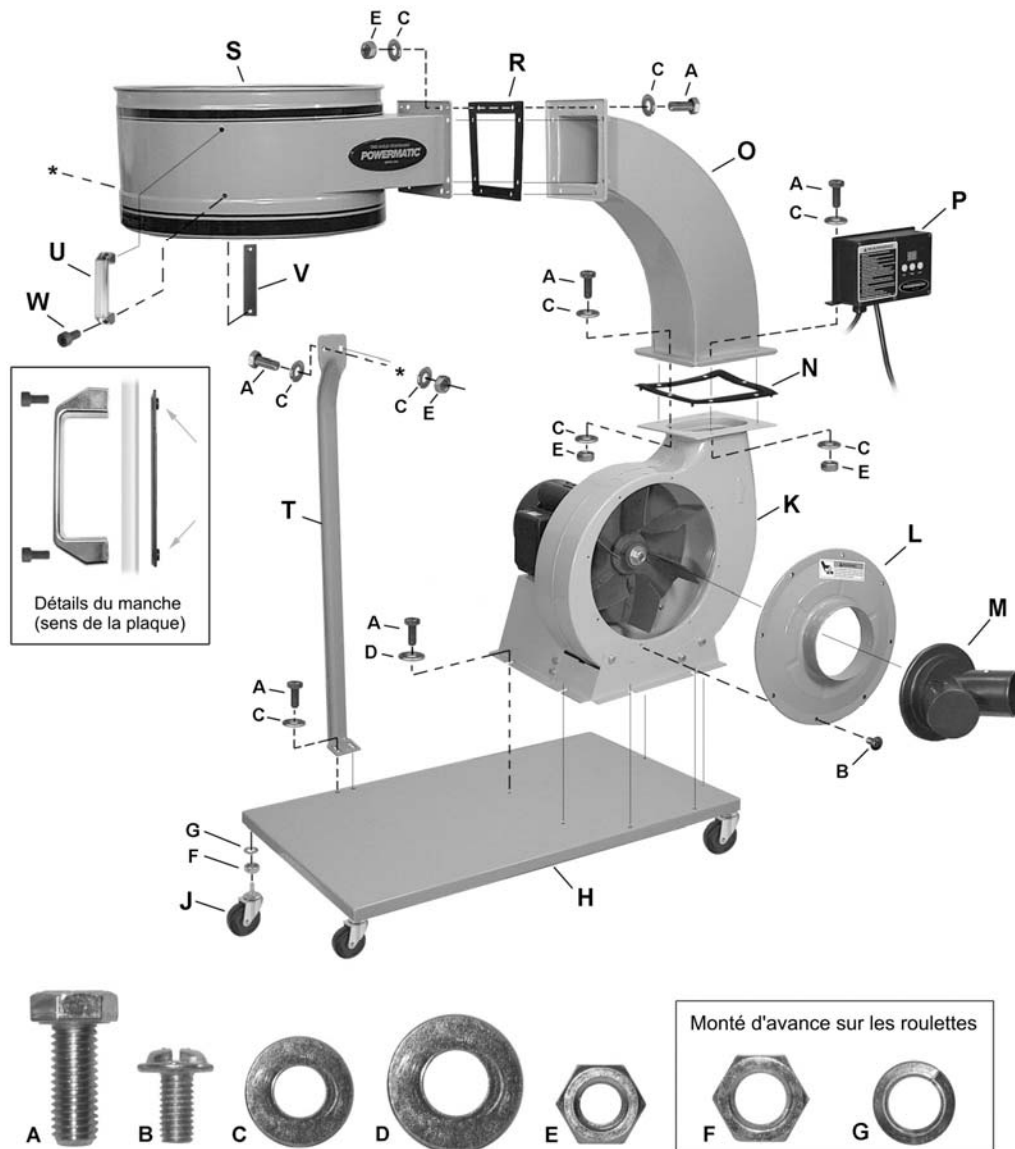

Figure 3: Montage et matériel identification
Toutes les instructions de cette page renvoient à la Figure 3.
1. Placez la garniture inférieure (N) sur le boîtier de ventilateur (K). Alignez les fichoirs en caoutchouc sur la garniture (retourné) avec les trous du boîtier.
2. Placez le tube de connecteur (O) sur le boîtier de ventilateur (K), tout en tâchant à ce que les trous des brides d'accouplement soient alignés. Remarque : Référez-vous à la figure 3 pour vous assurer que le tube du connecteur est orienté dans le sens qui convient.
3. Insérez une vis à tête hexagonale M8x20 (A), à travers la rondelle M8 (C) et les brides du tube de connecteur (O) et le boîtier du ventilateur (N).
4. Placez une autre rondelle (C) et un écrou hexagonal (F) sur l'extrémité saillante de la vis (A) et serrez à la main uniquement.
5. Fixez la boîte de commande (P) sur les deux trous situés sur la partie avant de la bride du tube de connecteur.
- Séparez la plaque (V) du manche (U) en desserrant les deux vis à chapeau à tête creuse (W) à l'aide d'une clé hexagonale de 6 mm.
- Installez le manche (U) sur les trous du boîtier du collecteur (S) en insérant les vis à chapeau à tête creuse à travers le manche, le boîtier du collecteur et dans la plaque figurant sur le côté opposé. Serrez les vis.
Remarque : Assurez-vous que la plaque (V) est bien orientée, comme illustré sur la Figure 3. Les saillies de la plaque doivent être éloignés du manche.